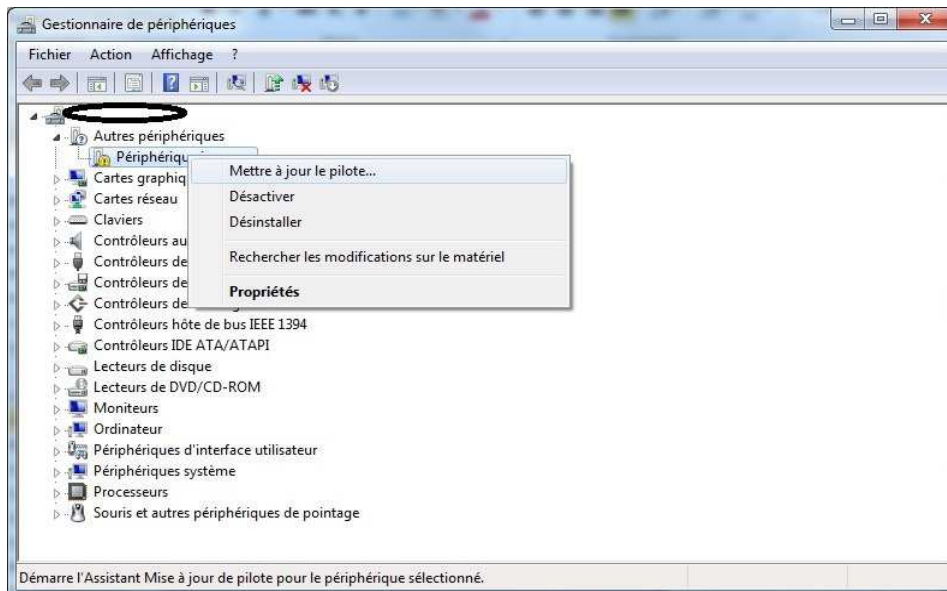

Figure 12 : Mise à jour du pilote
- Dans la partie « Autre périphérique », sélectionner « Périphérique inconnu » puis clic droit pour demander la mise à jour du pilote. Dans la fenêtre contextuelle qui s'ouvre, choisir « Mettre à jour le pilote ». (cf. Figure 12)